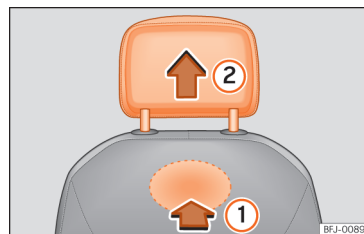

Fig. 68 Encosto de cabeça dianteiro: desmontagem.
- Para desbloqueá-lo, procure o entalhe situado na parte traseira do encosto na zona marcada e pressione no sentido da seta » » Fig. 68 ①.
- Retire o encosto de cabeça no sentido da seta ②.